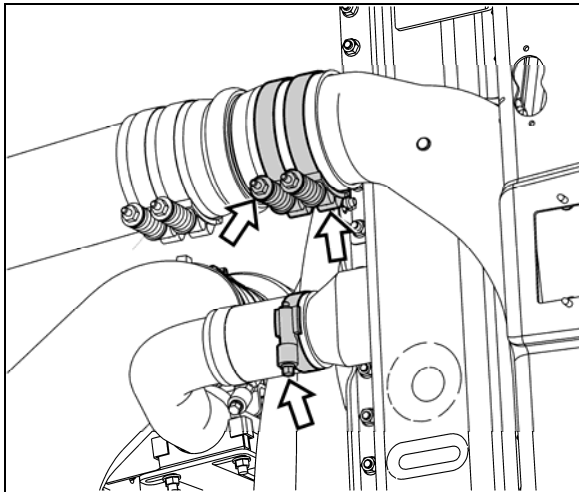

FIGURE 23 : TUYAUX AVANT DU LIQUIDE DE REFROIDISSEMENT ET D'AIR DE SURALIMENTATION
10. Retirez les colliers de serrage, puis détachez les boyaux des tuyaux avant du liquide de refroidissement et d'air de suralimentation (Figure 23).